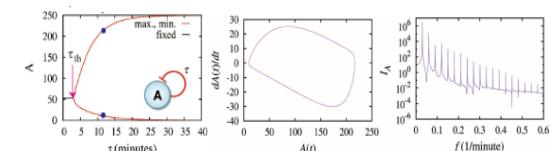

図2 定常状態と特徴的周期性
- 1つの自己転写抑制ループを持つ遺伝子 (a) 遅延時間 (t) が短い (< 3.1 分) と発現及び分解するタンパク質濃度変化は定常状態、長くなると周期性を示す (図2)。